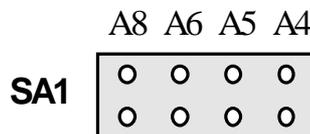

Рис. 7. 4
1) Рисунок переключателя (Рис. 7. 4) по отношению к плате сориентирован также, как и сама плата на её схематичном рисунке (см. Рис. 7. 1).